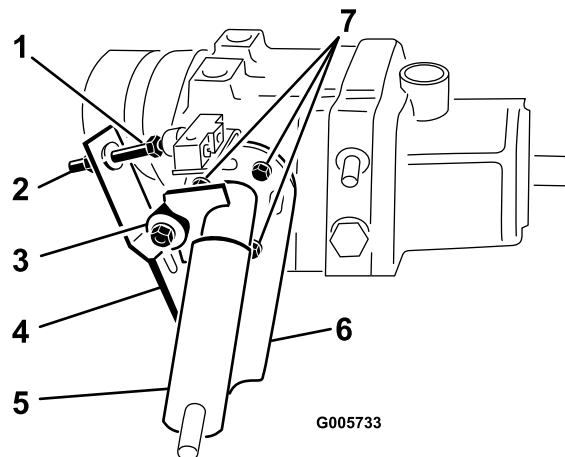

Figure 70
1. Garez la machine sur une surface plane et horizontale, et arrêtez le moteur. Serrez le frein de stationnement, basculez le siège en avant et actionnez le levier de la pompe (Figure 70) pour vérifier si l'ensemble est correctement positionné et fonctionne librement. Corrigez les défauts éventuels.
6. Parce que la roue tourne, il faut régler la plaque de la pompe. Commencez par mettre la manette d'accélérateur en position de bas régime. Si la roue tourne vers l'avant, desserrez les vis et tapez légèrement le bas de la plaque de la pompe dans le sens antihoraire (Figure 70). Tapez la plaque dans le
sens horaire si la roue tourne en arrière (Figure 70). Lorsque la roue s'arrête de tourner, serrez les vis de fixation de la plaque de la pompe contre le côté de la transmission. Vérifiez le réglage avec la commande d'accélérateur en position de bas régime, puis de haut régime.
- Fixation ou usure du roulement à billes (Figure 70).
- Ressorts à lames affaiblis ou endommagés (Figure 70). Remplacez.
2. Actionnez le levier de la pompe (Figure 70) pour vérifier que toutes les pièces fonctionnent librement et sont bien positionnées.
3. Desserrez l'écrou de blocage. Tournez la vis de réglage du contacteur (Figure 70) jusqu'à ce que la tête de la vis et le bouton du contacteur s'écartent l'un de l'autre.